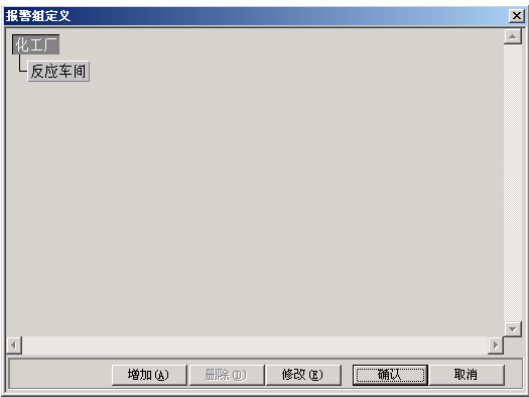

图 5-2 设置完毕的报警组窗口
- 4、单击“确认”按钮关闭对话框，结束对报警组的设置，如图 5-2 所示：